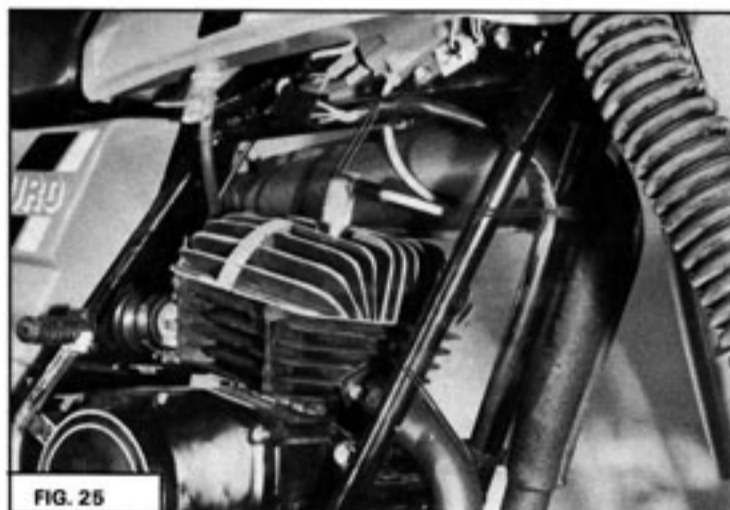

FIG. 25
- Positionner correctement la commande d'embrayage et le faisceau de sortie volant Fig. 25.